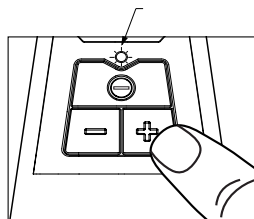

Abbildung 3
3. Stellen Sie die Geschwindigkeit ein, indem Sie auf die Schalter „+“ oder „-“ am Bedienfeld drücken. „+“ um die Geschwindigkeit zu erhöhen und „-“ um sie zu verringern - siehe Abbildung 3.